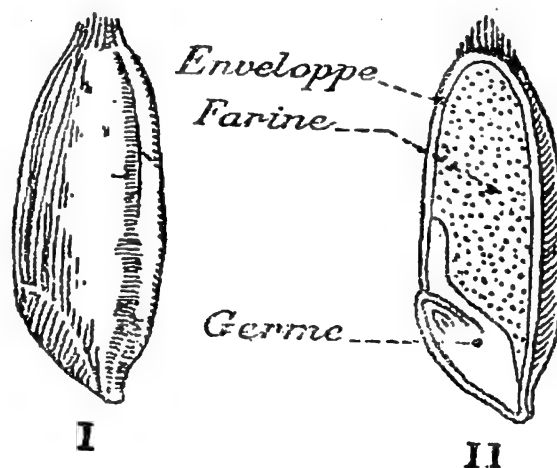

Fig. 2. — Un grain de blé : I, grain entier ; II, grain coupé en long
**1. Un grain de blé.** — Ce grain, d'une couleur blond clair, a une forme allongée et se termine en pointe à une extrémité (fig. 2, I). Une de ses faces est aplatie et creusée d'un sillon profond ; sur la face opposée et près de la pointe du grain, se distingue une petite bosse.
Coupons suivant le sillon quelques grains de blé ramollis par un séjour dans l'eau. Nous distinguons (fig. 2, II) : 1o une fine enveloppe brune ;